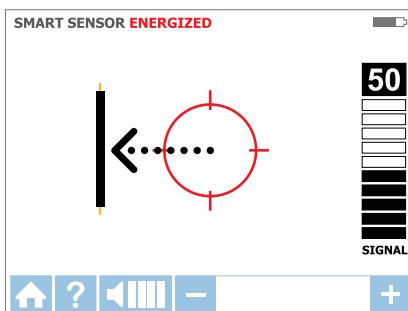

Figura 3.1d
- Spostare il ricevitore nella direzione indicata dalla freccia sullo schermo (vedi Figura 3.1d).